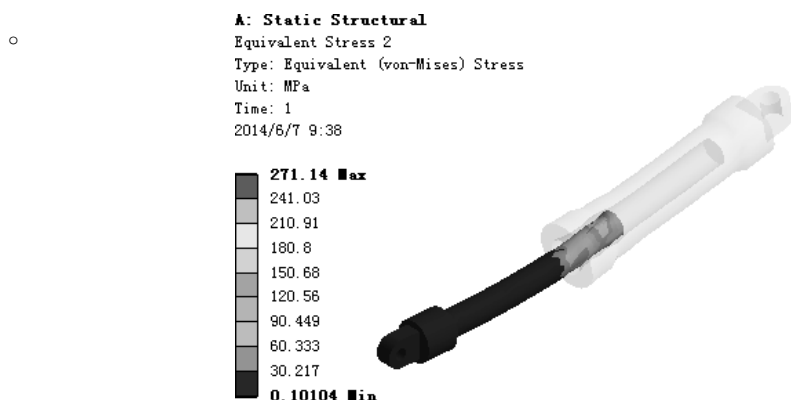

图 7.6.30 应力结果图解 (frictionless)
- (4) 查看 frictionless 应力结果图解。在“Outline”窗口中选中  **Equivalent Stress 2**，查看图 7.6.30 所示的零件 frictionless 的应力结果，其最小应力为 0.10104 MPa，最大应力为 271.14 MPa。